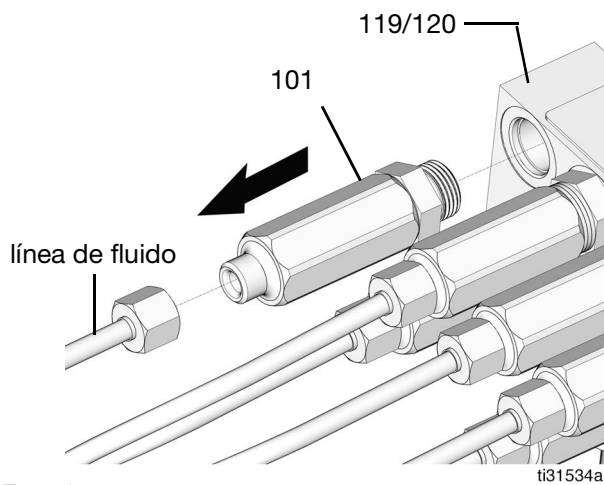

FIG. 42
- Retire la línea de alimentación. Con una llave de vaso de 5/8 pulg., saque el inyector (101) del colector (119/120) (Fig. 42).